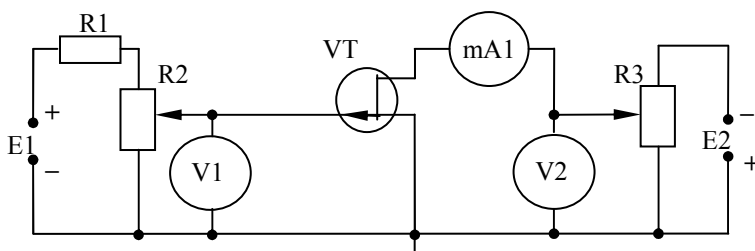

Рис.7. Электрическая схема исследования полевого транзистора, включенного по схеме с общим истоком (ОИ)
2. Собрать электрическую схему для исследования полевого транзистора КП 103 М (рисунок 7).